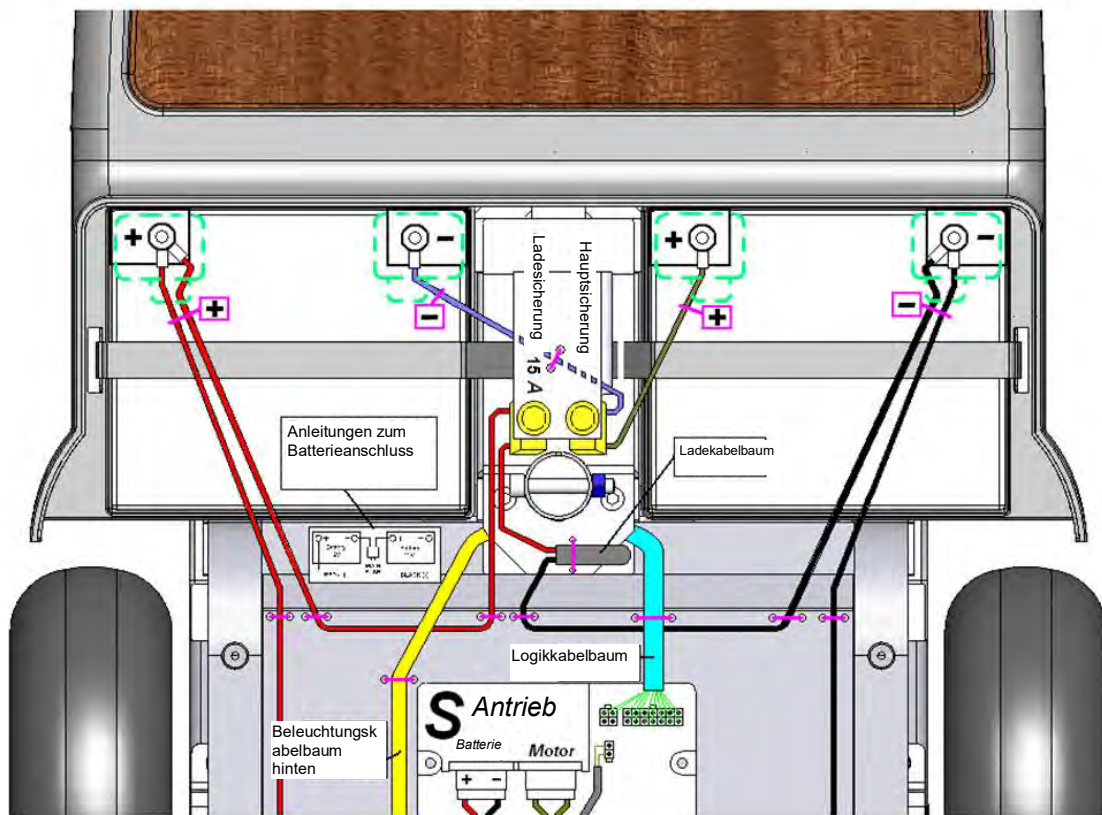

Abbildung 11
2. Die Zahlen in Klammern beziehen sich auf die in Abbildung 11 dargestellten Teile.
Batterieaustausch	<p>Hinweis! Batterien dürfen nur von geschultem Fachpersonal ausgetauscht werden.</p> <p>Warnung! Batterien enthalten viel Energie und können Funken schlagen, was zu einer möglichen Brandgefahr führt.</p> <p>Warnung! Der Umgang mit Batterien kann bei unsachgemäßer Handhabung zu Schäden und Verletzungen führen. Beachten Sie bei diesem Verfahren die Abbildung 12.</p> <ol style="list-style-type: none"> <li>1. Entfernen Sie die Klemmenisolierkappe von einer Batterieklemme.</li> <li>2. Schrauben Sie die Leitung mit einem 10/13-mm-Schlüssel von der Klemme ab. Achten Sie darauf, dass der Schlüssel keine anderen Klemmen oder Metallteile berührt, da dies zu Schäden oder Verletzungen führen kann.</li> <li>3. Wiederholen Sie die Schritte 1 und 2 für alle anderen Klemmen</li> <li>4. Entfernen Sie die alten Batterien und setzen Sie die neuen Batterien ein.</li> <li>5. Schließen Sie die Leitungen der neuen Batterien wie in Abbildung 11 gezeigt an (siehe auch das Schild in der Nähe der Batterien).</li> <li>6. Schrauben Sie die Klemmen fest und setzen Sie die Isolierkappen wieder auf.</li> </ol>